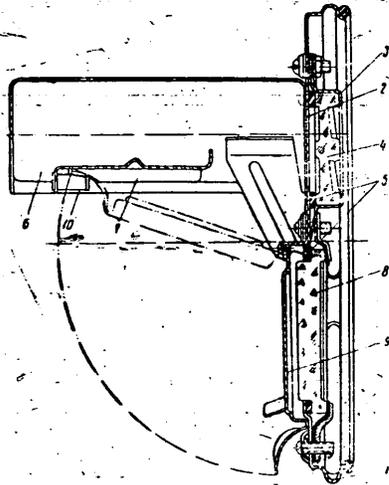

Рис. 1. Светомаскировочная насадка ФГ1-400:
2. Светомаскировочная насадка для фар ФГ1-400 (рис. 1) представляет собой металлический штампованный диск 1 с бортом, фиксирующим выступом в нижней части борта диска (служит для фиксации насадки при ее установке в полуразборном оптическом элементе) и с двумя впадинами на бортике под фиксаторы отражателя (служат для фиксации насадки при ее установке в разборном оптическом элементе). В верхней части диска имеются две щелевидные прорези 2; против прорезей расположен специальная двухрядная линза 4, которая укреплена при помощи корыччатого держателя 3, замаскирована козырьком 6, перегородкой 7 и уплотнена резиновой прокладкой 5.
В нижней части диска установлена вторая линза 8, предназначенная для незатемненного режима (НЗ). Нижняя линза для движения при режимах частичного затемнения (ЧЗ) или полного затемнения (ПЗ) закрывается крышечкой 9 (рис. 1 и 2); при передвижении в неугрожаемой зоне крышечка поднимается и закрепляется пружинным держателем 10, укрепленным на перегородке 7 козырька (см. рис. 1 и 3). Насадка окрашена черной матовой краской.